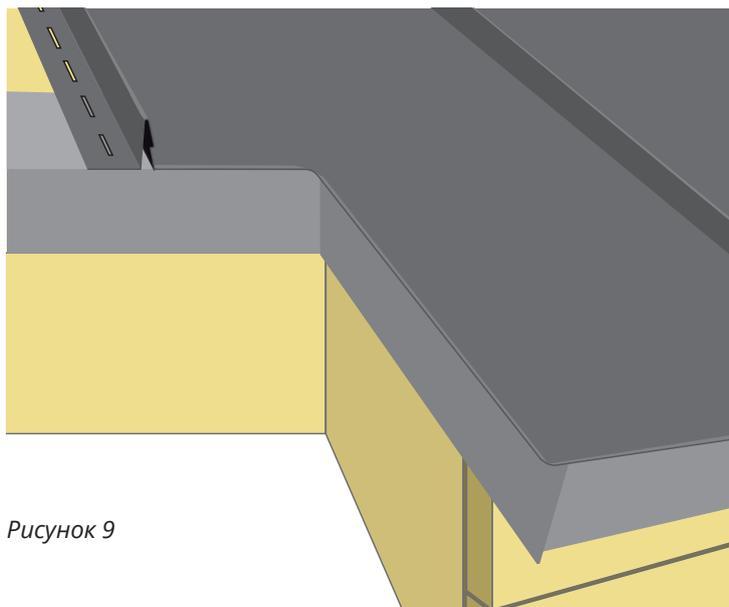

Рисунок 9
- Установите панель с зацепом галстуков за карнизную планку на торце и карнизах. Сделайте финальный плотный обжим галстуков руками (рис. 9).